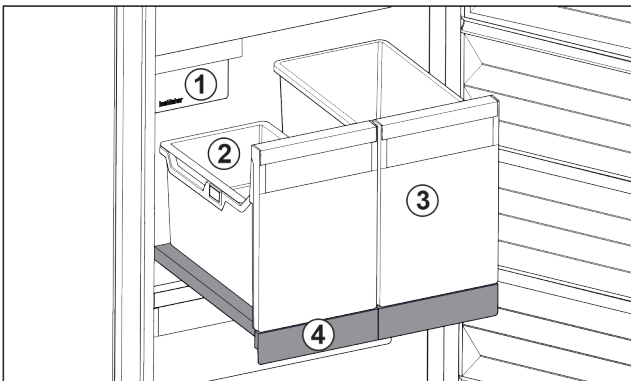

Fig. 17 Compartiment coulissant avec IceTower
- (1) IceMaker (3) Bac pour pizzas, boissons alcoolisées, etc.
(2) Balconnet pour glaçons (4) Compartiment coulissant
Le compartiment coulissant comprend deux bacs hauts (IceTower). Le bac Fig. 17 (2) permet de recueillir et de stocker les glaçons de l'IceMaker. Les bacs Fig. 17 (3) sont conçus pour stocker des aliments hauts comme les pizzas et boissons alcoolisées.